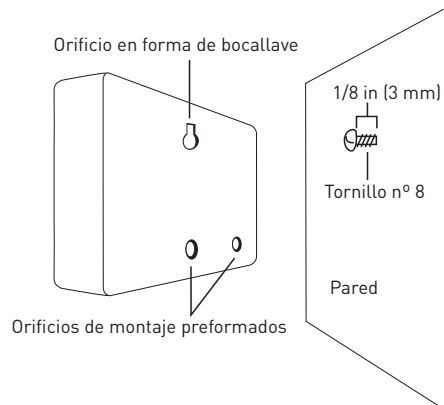

Figura 2: Cuelgue el temporizador en el tornillo. Para ello, use el orificio en forma de cerradura.
- Deslice el HRL-100-60W sobre el tornillo sobresaliente (use la ranura del orificio en forma de bocallave en la parte posterior). *Consulte la Figura 2.*